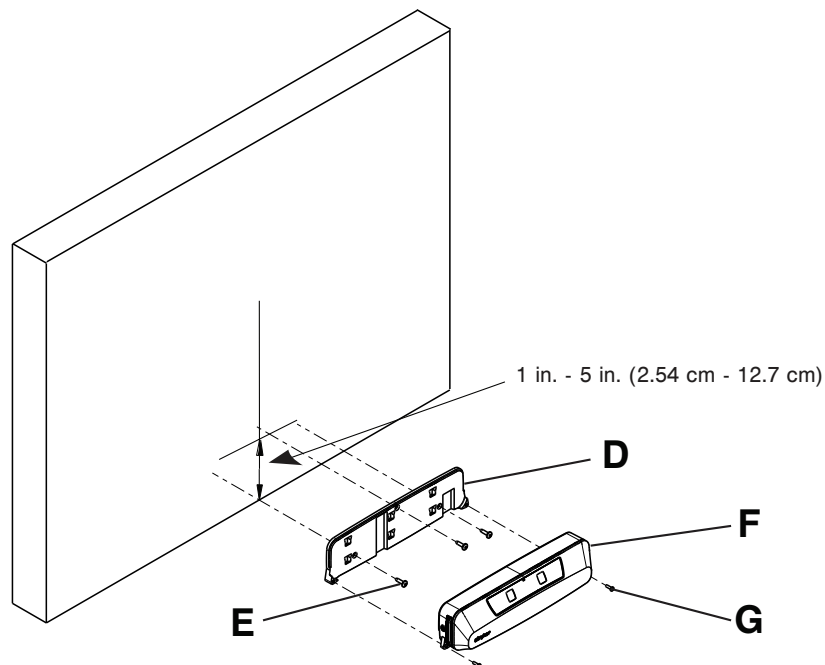

Figure 9 – Caractéristiques techniques de montage
2. À l'aide d'un tournevis cruciforme n° 1, retirer les deux vis (G) qui permettent de fixer le Secure Connect (F) à la plaque de montage (D) (Figure 9). Conserver les deux vis.